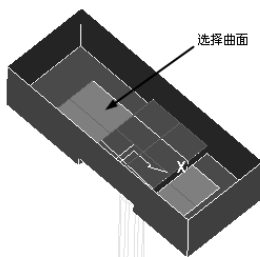
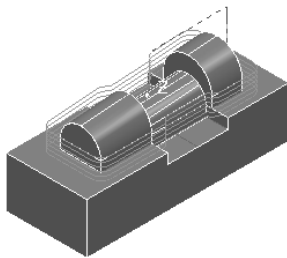

图 2-108 选择曲面
图 2-109 生成的刀具路径
9) 在图形区选择图 2-108 所示的曲面，然后在“轮廓精加工”对话框中单击“应用”按钮和“接受”按钮，确定参数并退出对话框，生成的刀具路径如图 2-109 所示。